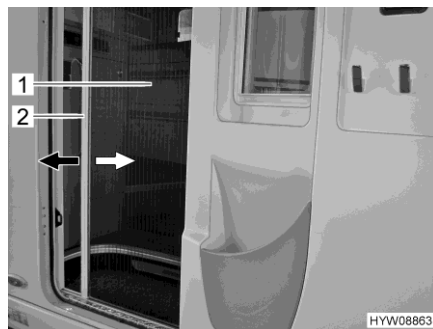

Fig. 37 Protezione contro gli insetti (porta di ingresso)
- Afferrare la barra di presa (Fig. 37,2) con entrambe le mani ed estrarre con movimento uniforme la protezione contro gli insetti (Fig. 37,1) dall'alloggiamento della porta.
- Afferrare la barra di presa (Fig. 37,2) con entrambe le mani e spingere la protezione contro gli insetti (Fig. 37,1) nell'alloggiamento della porta esercitando una leggera pressione.